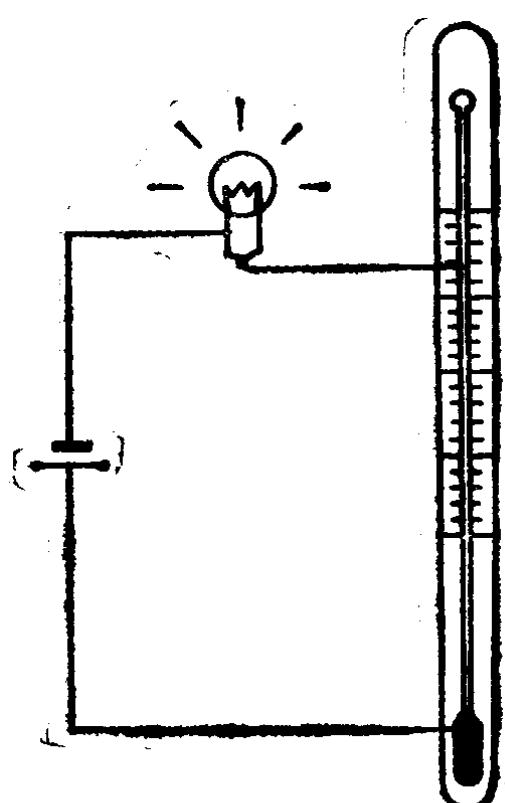

图 1-4 电接点玻璃温度计
(2) 电接点玻璃温度计 它利用水银作为导电介质，与电子继电器等电气元件组成控制电路用来对某一温度进行越限报警或双位控制。其工作原理如图 1-4 所示。A、B 为铂丝触点，当水银随温度变化上升到触点 A 时，控制电路接通，越限指示灯亮，起到了报警作用。